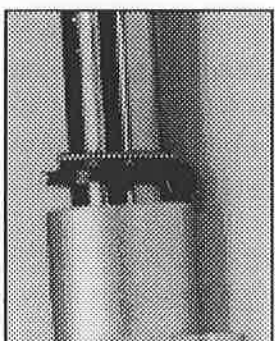

Fig. 24
10. Install the wiper (Fig. 24).